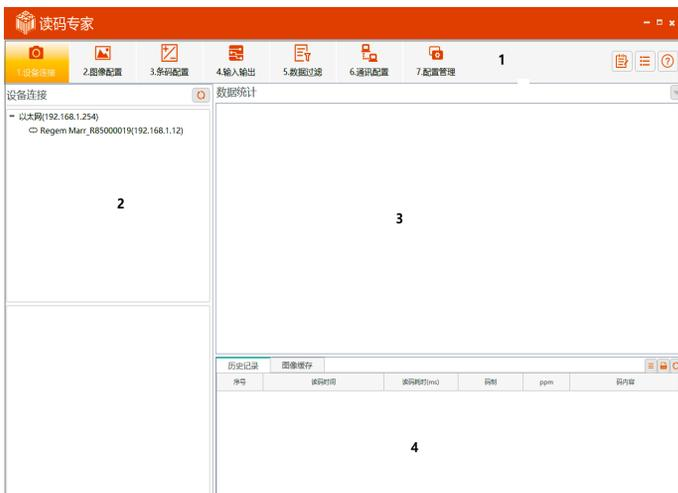

图 2-4 设定软件主界面
- 1、设定软件主界面介绍如图 2-4 所示，各功能模块介绍详情见表 2-1。